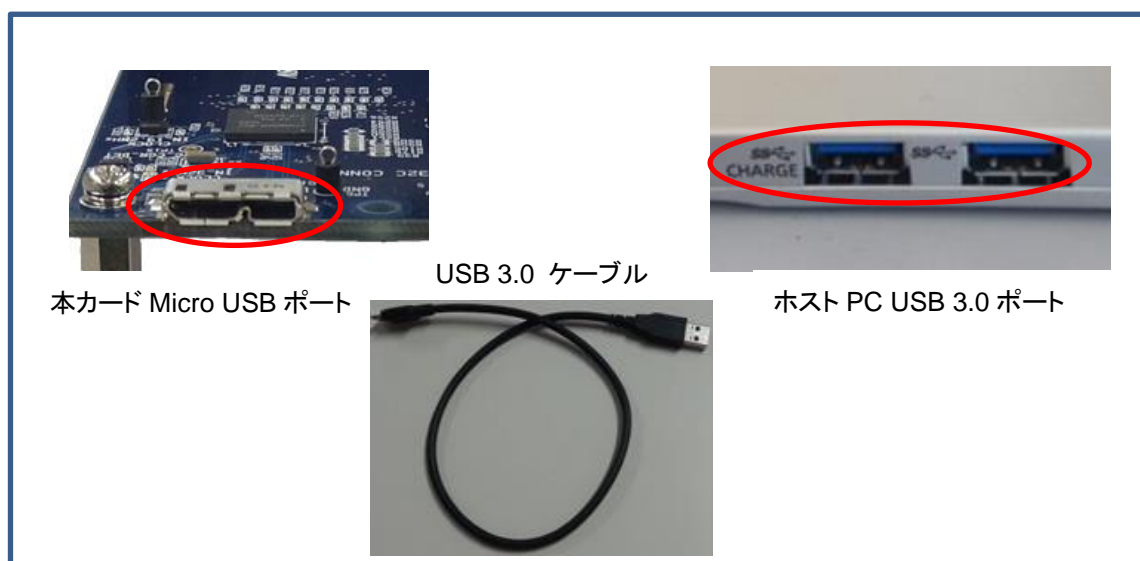

図 5-5. 本ボードとホスト PC を USB 3.0 ケーブルにて接続
6、本ボードとホスト PC を付属 USB 3.0 ケーブルにて接続して下さい。(図 5-5 参照)